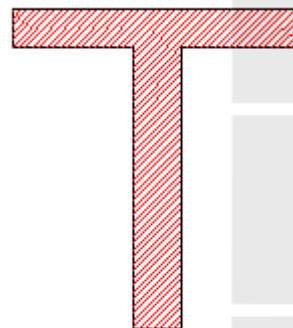

Рис. 3-6. Угол штриховки  $45^\circ$ .
**Угол:** угол штриховки определяется углом между линиями штриховки и осью X, на Рис. 3-6 показан случай, когда угол равен  $45^\circ$ .